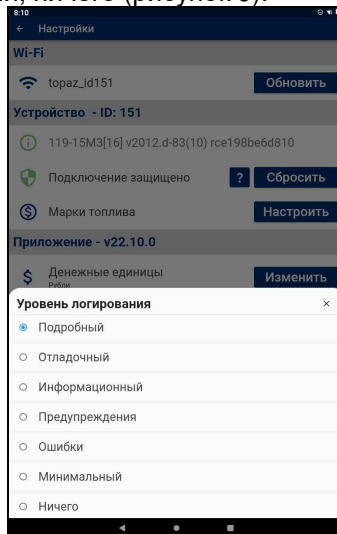

Рисунок 9
3.7 Изменить, при необходимости, уровень логирования. В строке "Уровень логирования" нажать "изменить" и на появившемся экране выбрать один из вариантов: подробный, отладочный, информационный, предупреждения, ошибки, минимальный, ничего (рисунок 9).